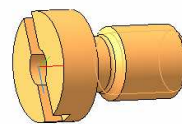

Рис.2
4.2 Внешний вид винта расходного поз.6 имеет две модификации и представлен на рис.2